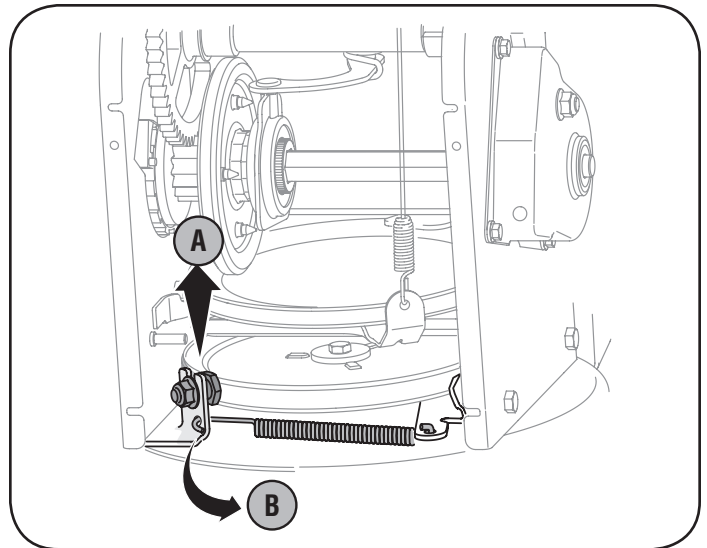

Figura 32
6. A. Afloje y retire el tornillo con reborde que actúa como guarda de la correa. Vea la figura 32.